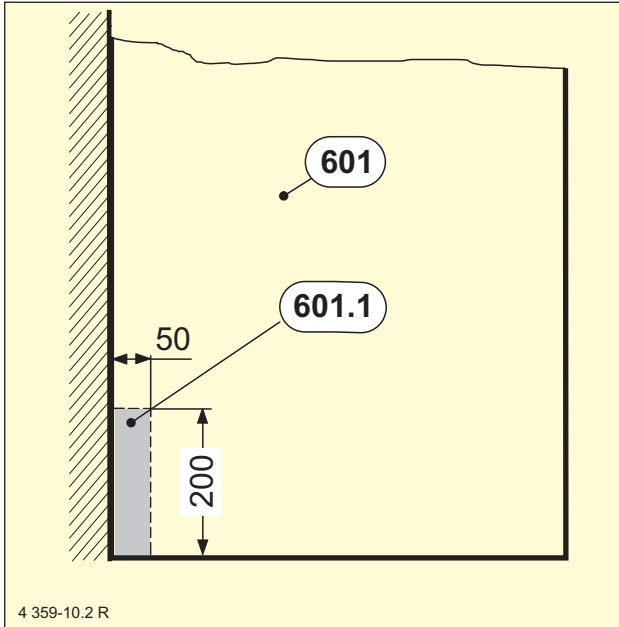

Bild 75
► Beim seitlichen Verziehen der Anschlussleitungen durch die GWZ-1 Ummantelung (Zubehör Nr.601) sind die Maße der Aussparung (siehe Bild 75) in den Seitenteilen der Ummantelung zu beachten.